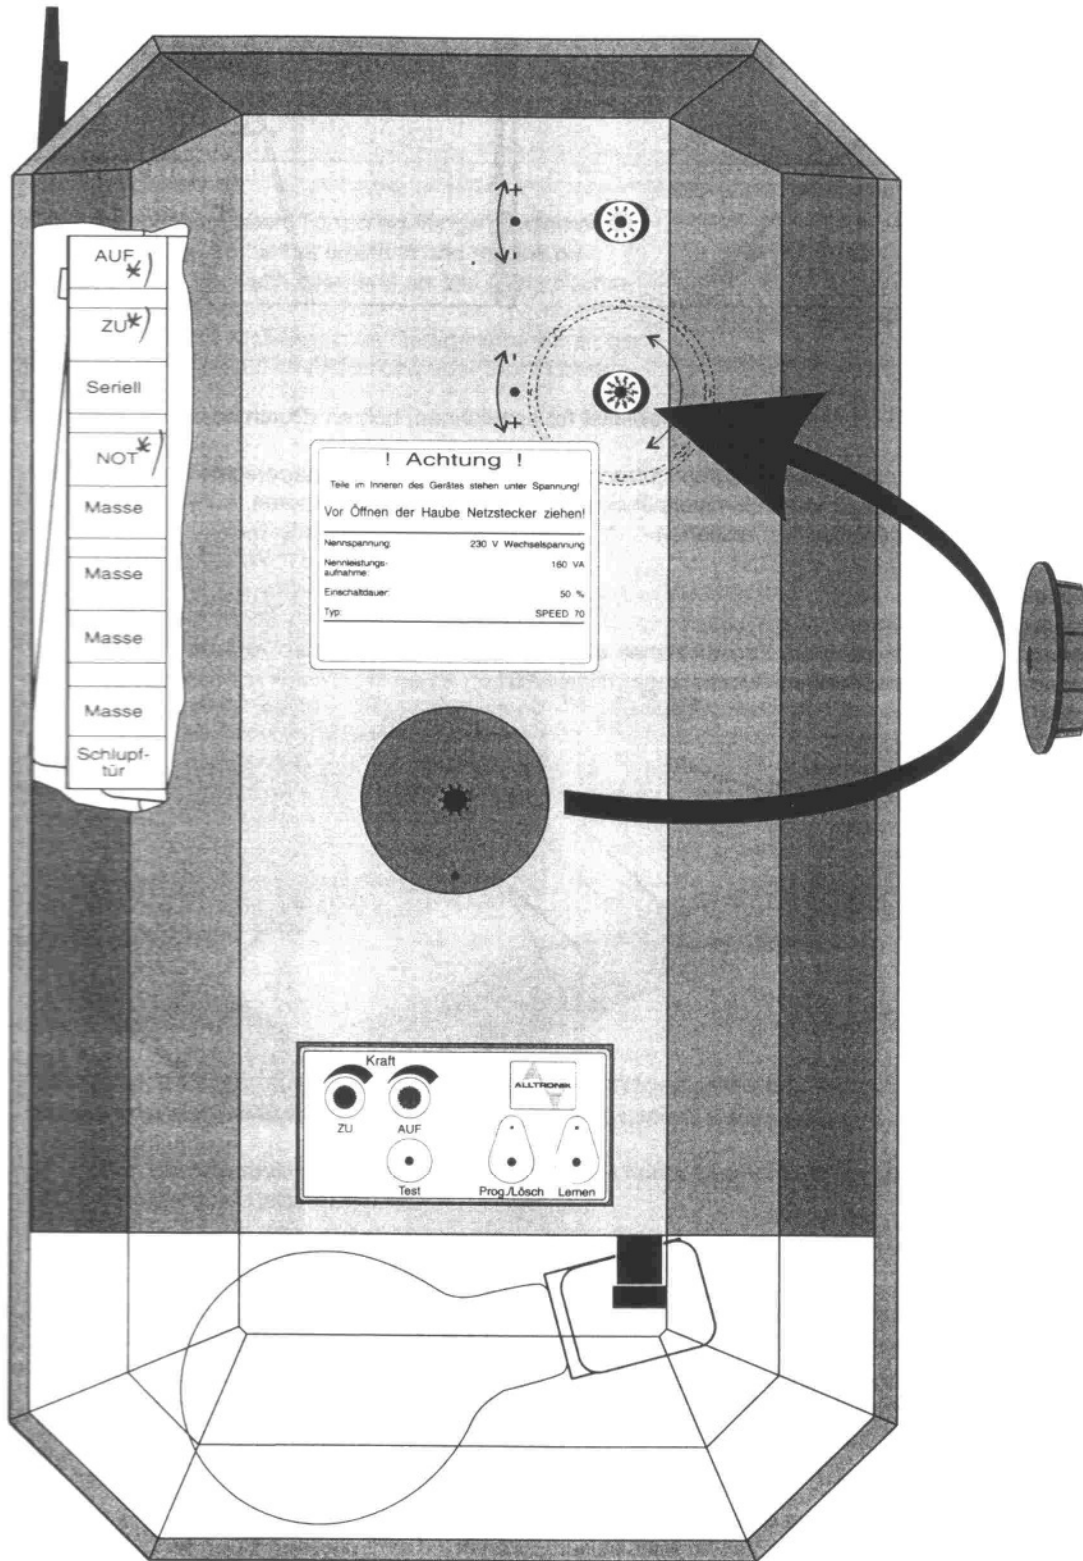

Bild 9
- drücken Sie kurz die Taste "Prog./Löschen" des Bedienteiles (Bild 9)
Zusätzliche Schlüsseltaster oder ein Codeschloß können anstelle oder gemeinsam mit dem Innenwandtaster eingesetzt werden (siehe Bild 1, Anschluß Bild 9)